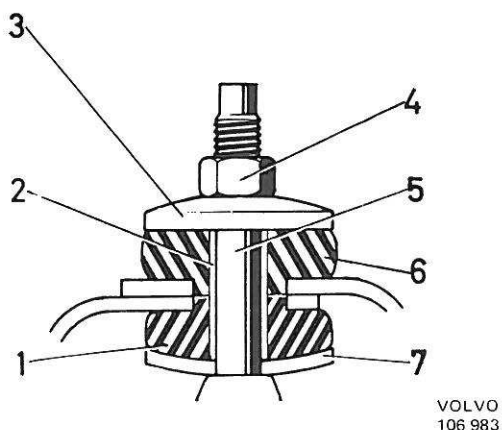

Figure 35. Fixation supérieure, amortisseur avant
- Démontez l'amortisseur. Enlever alors l'écrou supérieur (4, figure 35), la rondelle (3) et la bague caoutchouc (6). Enlever les deux vis inférieures de fixation, sur la face inférieure du triangle inférieur de commande et déposer l'amortisseur.
3. Monter la rondelle (7, figure 35), la douille d'écartement (2) et la bague caoutchouc (1). Etirer l'amortisseur et le poser en place. Mettre les vis inférieures et les serrer. Monter la bague caoutchouc supérieure (6), la rondelle (3) et l'écrou. Bien serrer l'écrou jusqu'au contact avec le tube d'écartement.